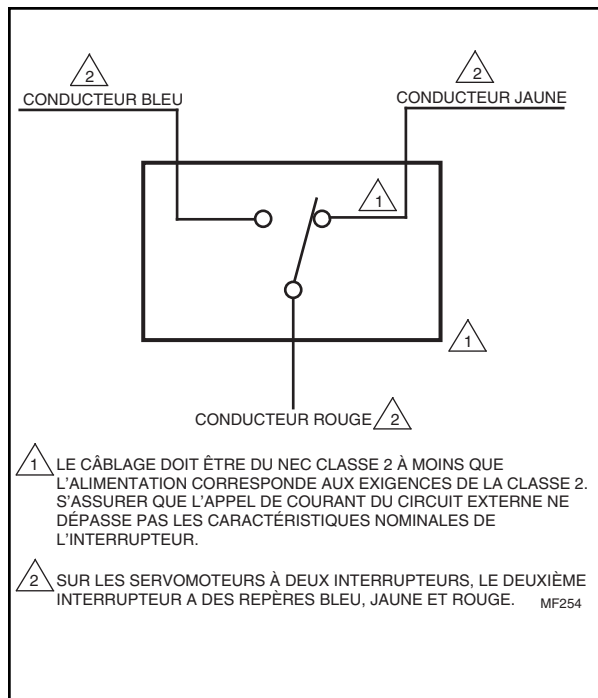
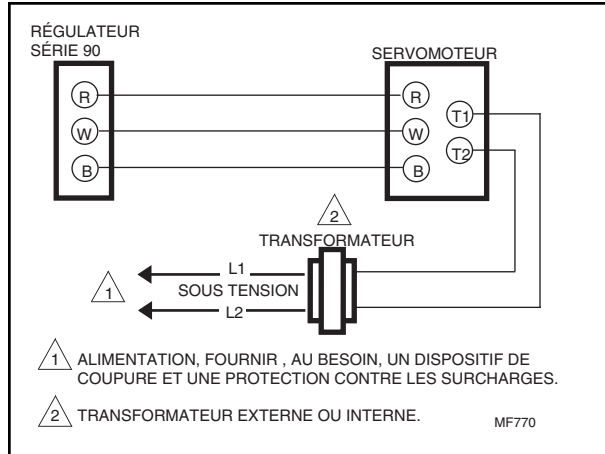
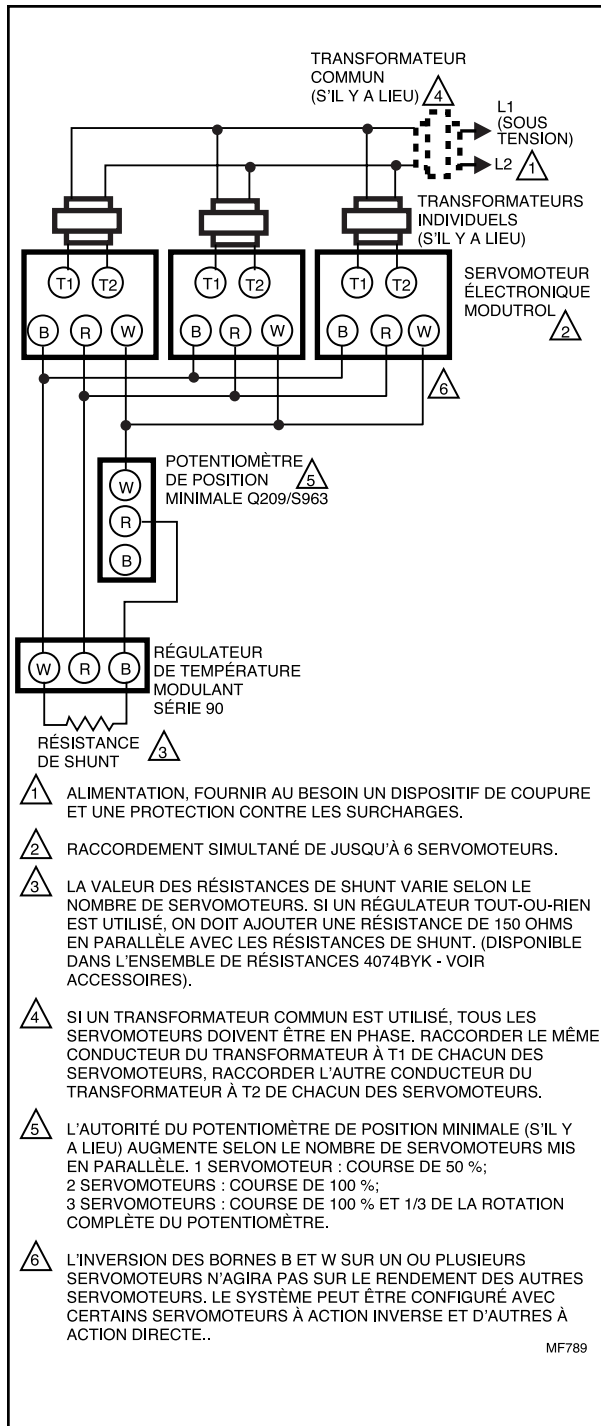
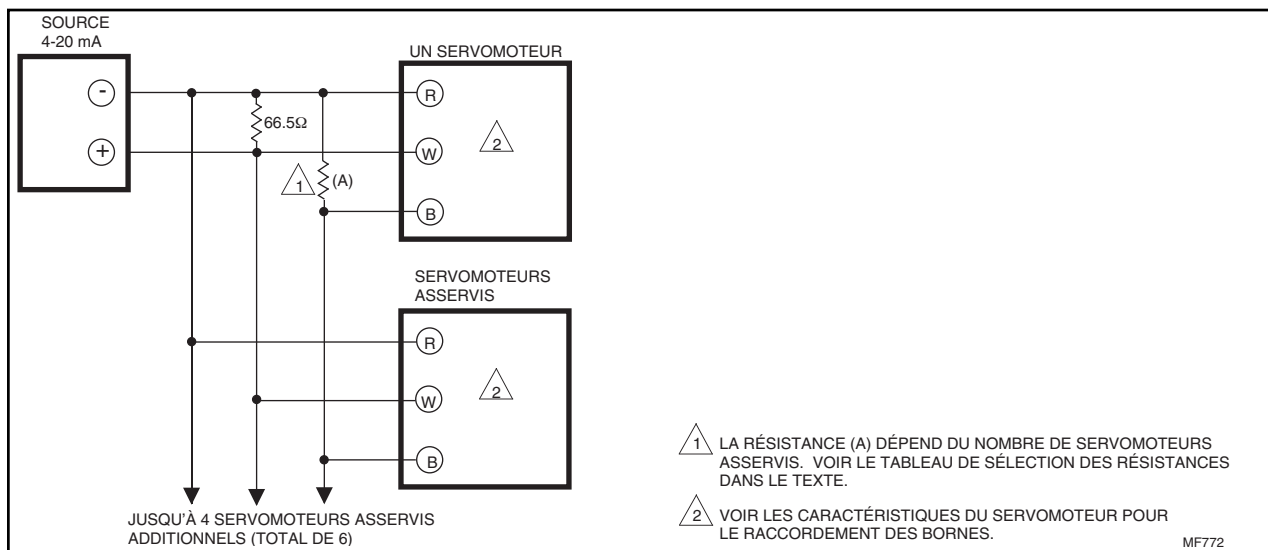

FIG. 6—SCHEMA DE L'INTERRUPTEUR AUXILIAIRE.
FIG. 9—M9184 OU M9194 UTILISÉ AVEC UN RÉGULATEUR SÉRIE 90.
FIG. 15—COMMANDE SIMULTANÉE DE SERVOMOTEURS M9184 OU M9194 EN CHAUFFAGE. UN POTENTIOMÈTRE DE POSITION MINIMUM EST UTILISÉ POUR TOUS LES SERVOMOTEURS.
FIG. 20—RACCORDEMENT DES RÉSISTANCES POUR LA COMMANDE D'UN OU DE PLUSIEURS (SIMULTANÉMENT) M9184 OU M9194 UTILISÉS AVEC UNE ALIMENTATION DE 4 À 20 mA.
Les figures 6 à 8 illustrent les schémas internes. Les figures 9 à 14 présentent les raccordements pour diverses applications. Les figures 15 à 19 démontrent les raccordements pour une régulation simultanée, et la figure 20 illustre le raccordement pour le fonctionnement avec un régulateur 4 à 20 mA.
3. Brancher la résistance choisie entre W et B comme illustré à la figure 15.
Les servomoteurs M9184/M9194 peuvent être utilisés avec quelques produits à usage industriel tel le Dialatrol/Dialapak qui a une sortie de commande de 4 à 20 mA. Il est nécessaire d'avoir un ensemble de résistances (4074EDC pour la commande de 1 servomoteur ou 4074EED pour la commande de jusqu'à 4 servomoteurs) ou un module d'interface Q7230 pour accepter les sources de signaux 4 à 20 mA (Fig. 20).